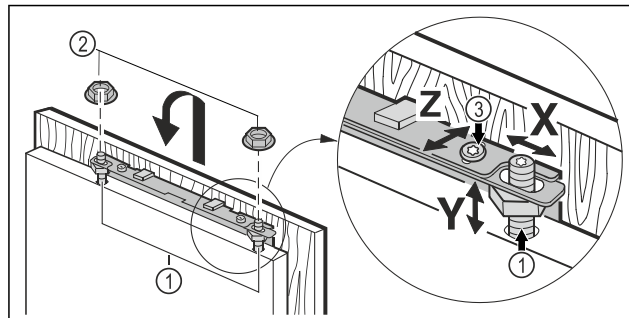

Fig. 20
- ▶ Hæng møbeldøren op på justeringsboltene Fig. 20 (1), og skru kontramøtrikkerne Fig. 20 (2) løst på justeringsboltene.
- ▶ Indjuster møbeldøren i højden Y og i sidehældningen: Indstil justeringsbolten Fig. 20 (1) med en skruetrækker.
- ▶ Spænd kontramøtrikkerne Fig. 20 (3).